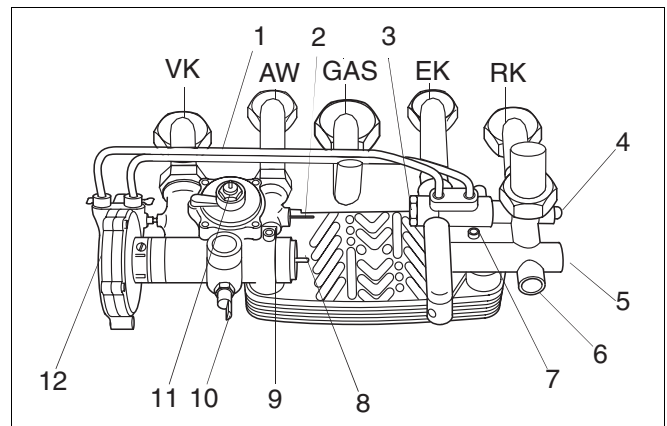

Abb. 22 Hydraulikeinheit Kombigerät
- Befestigungsschrauben des Warmwasserwärmetauschers (Abb. 22, Pos. 7 und 9) lösen und Warmwasserwärmetauscher nach unten herausnehmen
- Kaltwassersieb (Abb. 22, Pos. 3) mit einem Maulschlüssel (SW 24) herausschrauben.
Legende Abb. 22: Hydraulikeinheit Kombigerät